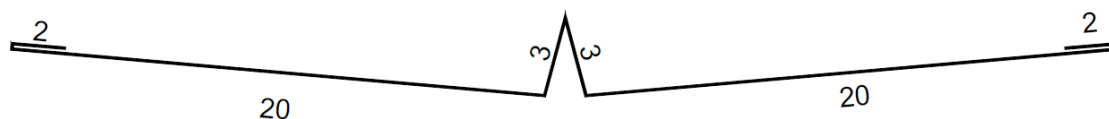
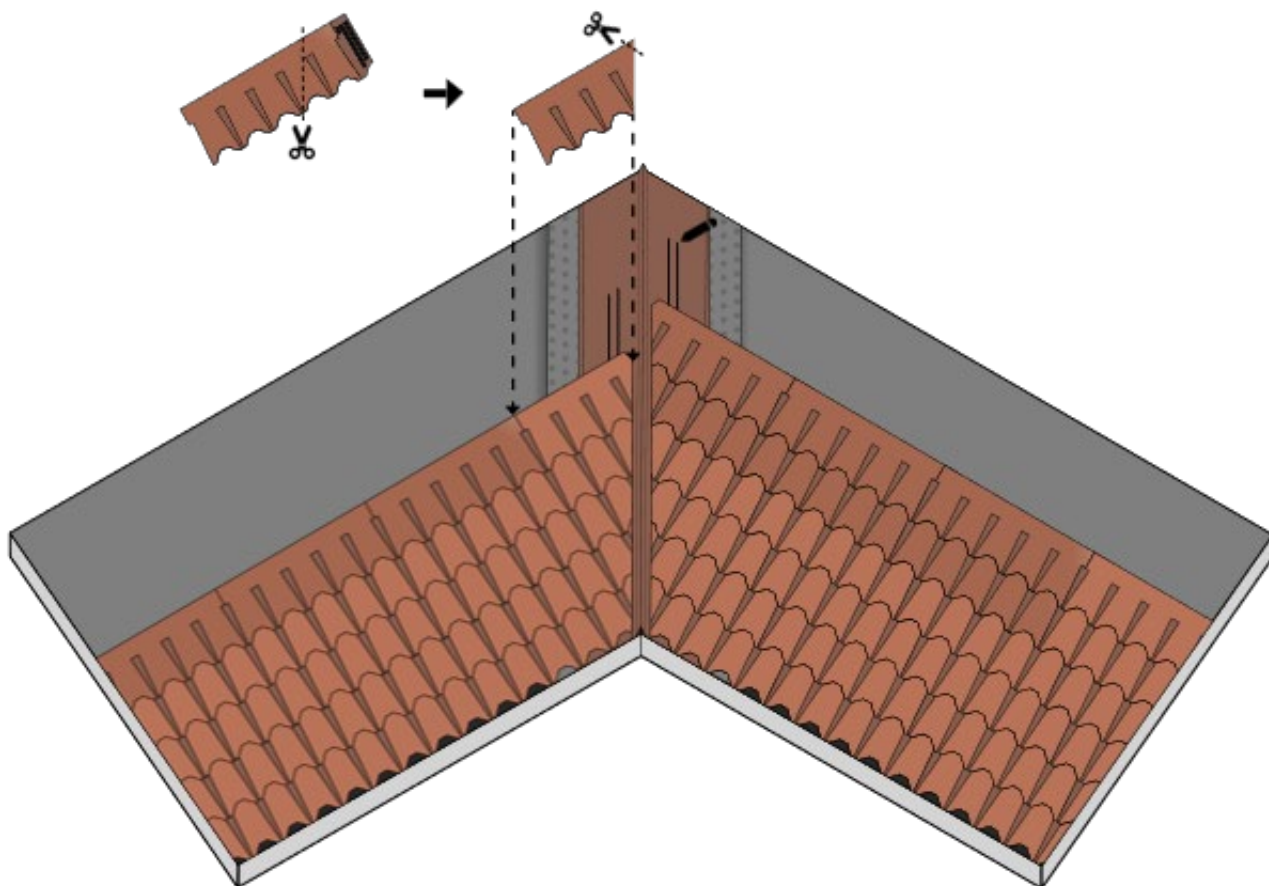

Fig. 17 - Sagoma compluvio metallico
Fig. 28 - *Installazione a fiamma delle tegole sul compluvio - opzione 2*
- La seconda opzione per i compluvi è analoga, ma prevede l'uso di un compluvio metallico al posto del secondo strato di membrana bituminosa granigliata, con sagoma tipo Fig. 17. Anche in questo caso, le tegole Master Coppo verranno tagliate a circa 3 cm dalla linea di compluvio e fissate a chiodo, fino a 40 cm dalla linea di compluvio, e con il Bitustick sopra al compluvio metallico. È sempre consigliabile tagliare trasversalmente lo spigolo superiore della tegola al compluvio, in modo da convogliare l'acqua discendente lungo l'asse dello stesso.
- La seconda opzione per i compluvi è analoga, ma prevede l'uso di un compluvio metallico al posto del secondo strato di membrana bituminosa granigliata, con sagoma tipo Fig. 17. Anche in questo caso, la fila di partenza e le tegole Master Coppo verranno tagliate a circa 3 cm dalla linea di compluvio. Le tegole saranno fissate a fiamma sopra alla Safety EPP, sempre scaldando la membrana e non l'elemento tegola, e con due strisce di Bitustick sopra al compluvio metallico - Fig. 28. È sempre consigliabile tagliare trasversalmente lo spigolo superiore della tegola al compluvio, in modo da convogliare l'acqua discendente lungo l'asse dello stesso - Fig. 28.